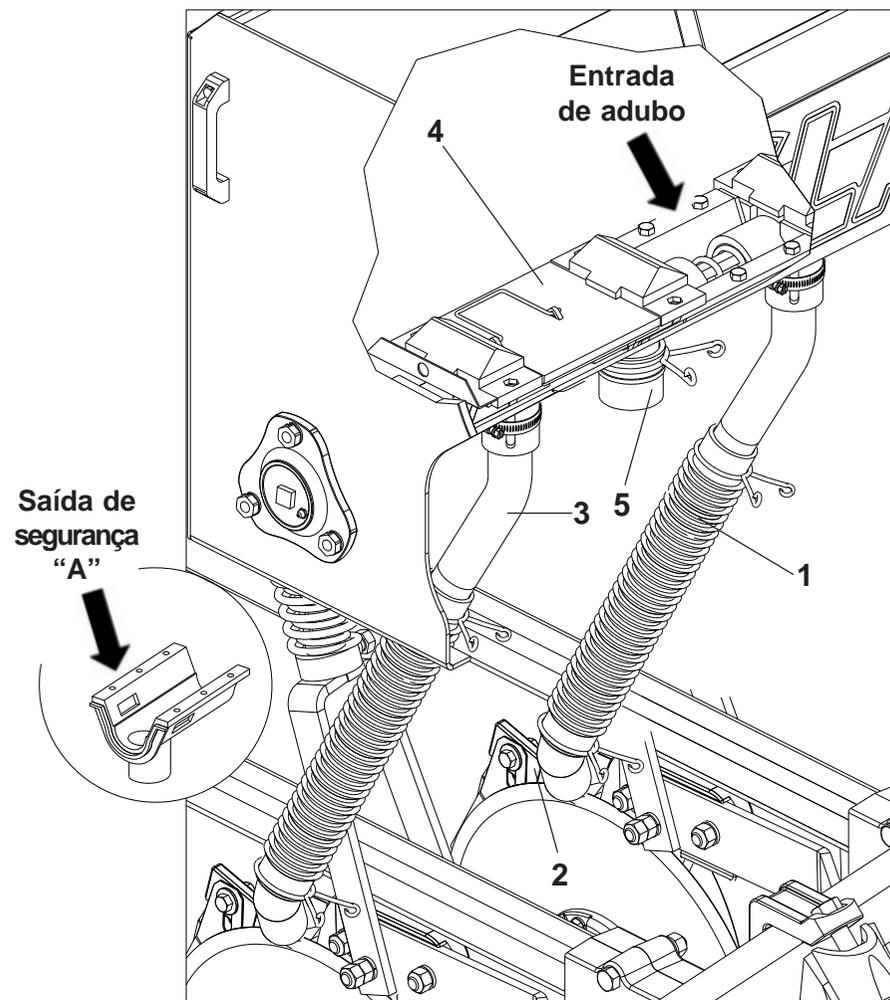

FIGURA 36
## SISTEMA DE DISTRIBUIÇÃO DE ADUBO DEPÓSITO METÁLICO (FIGURA 36)
2 - Ao determinar o número de linhas e o espaçamento desejado, acople os mangotes (1) na bica do adubo (2), fazendo a ligação dos mangotes que estiverem mais próximos às linhas, evitando que os mesmos fiquem cruzados ou dobrados. Para melhor alinhamento dos mangotes utilize se necessário a bica com grau (3), conforme **FIGURA 36**.